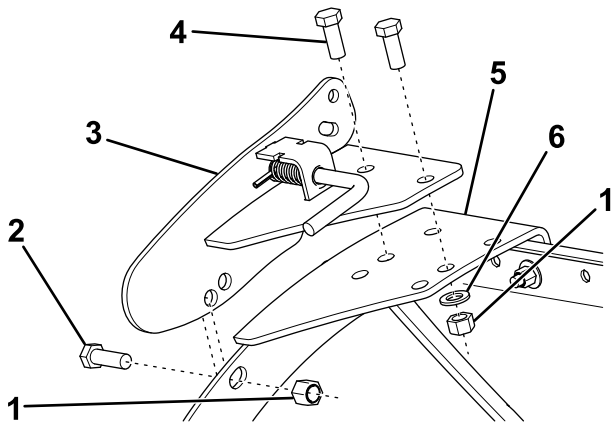

Figure 3
6. Fixez légèrement le support du ressort à la plaque de base à l'aide de 2 boulons (1/2 x 1-1/4 po), rondelles et contre-écrous (Figure 3).
7. Fixez légèrement le support du ressort au côté de la lame chasse-neige avec un boulon (1/2 x 1 1/2 po) et un contre-écrou (Figure 3).